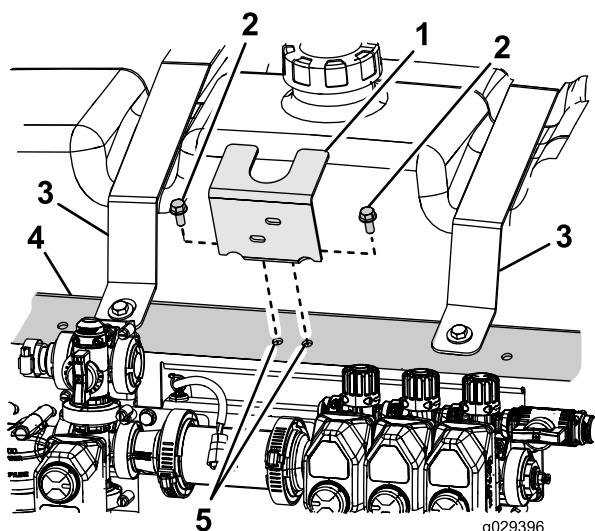

Figura 31
montagem da válvula (Figura 31), proceda aos passos seguintes:
- A. Posicione o suporte de montagem da válvula na parte superior do apoio de montagem da válvula no ponto intermédio entre as 2 correias do depósito de lavagem (Figura 31).
1. Retire o tubo de alimentação principal do T e da válvula de agitação (Figura 31).